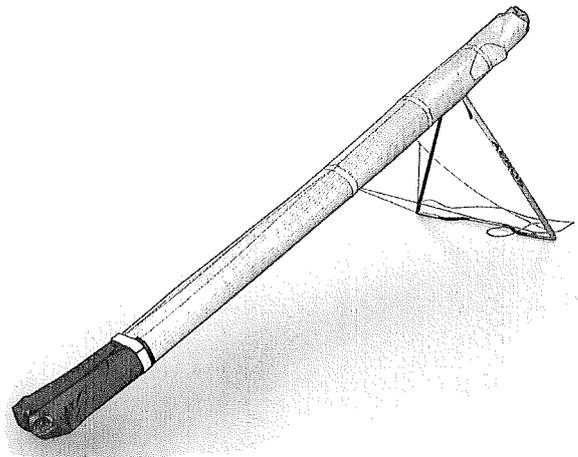

Abb.25
12. Sichern Sie das Segel mit Klettbandern. Der erste Klettband wird an dem Bereich der Holm-Flügelrohr-Verbindung über dem Kielrohr laufend aufgesetzt, (Abb.25).